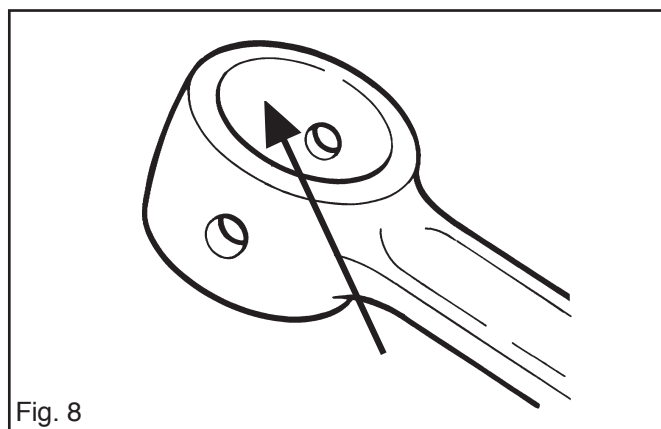

Fig. 8
3. La surface du palier de l'axe de piston ne doit présenter ni marque de coupure ni décoloration. Voir fig. 8.